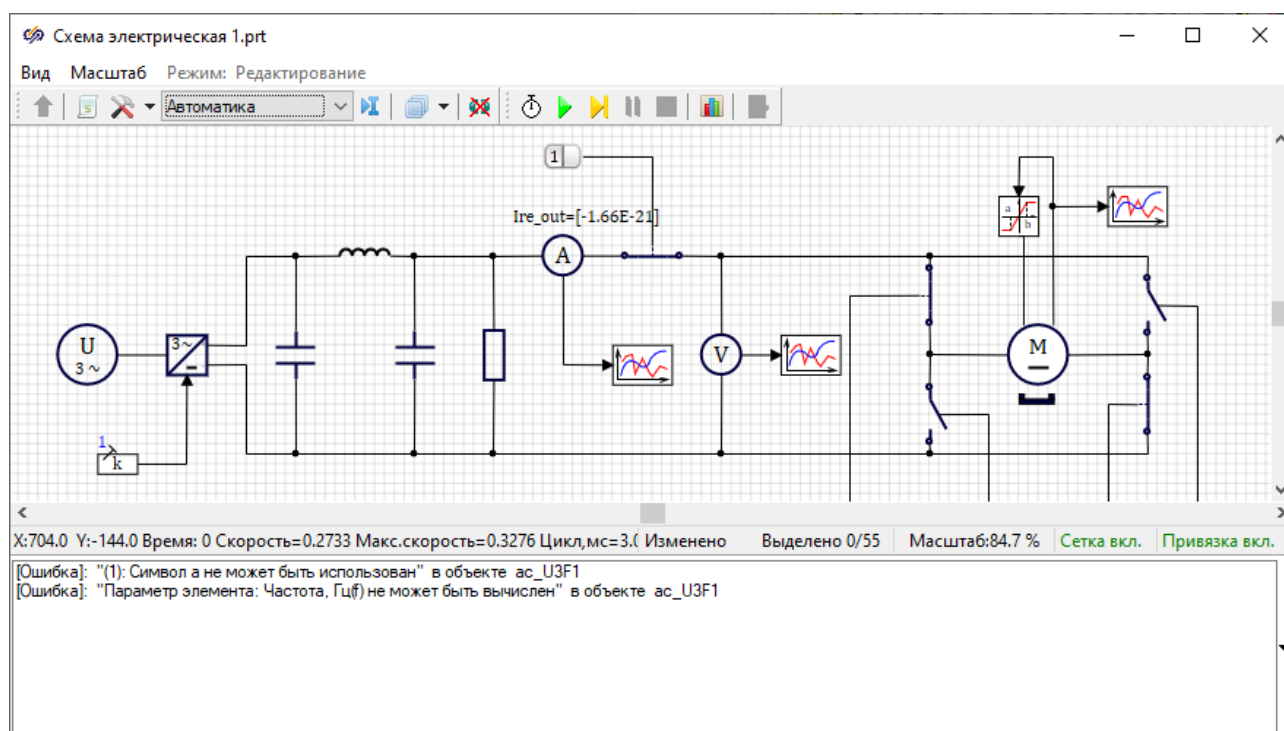

Рисунок 3.10.2. Ошибка «Символ **fc** не может быть использован».
- 2) **«Символ fs не может быть использован»** (Рисунок 3.10.2). Ошибка связана с тем, что для блока «Источник напряжения 3-фазный» свойству «Частота, Гц» присвоена необъявленная переменная.